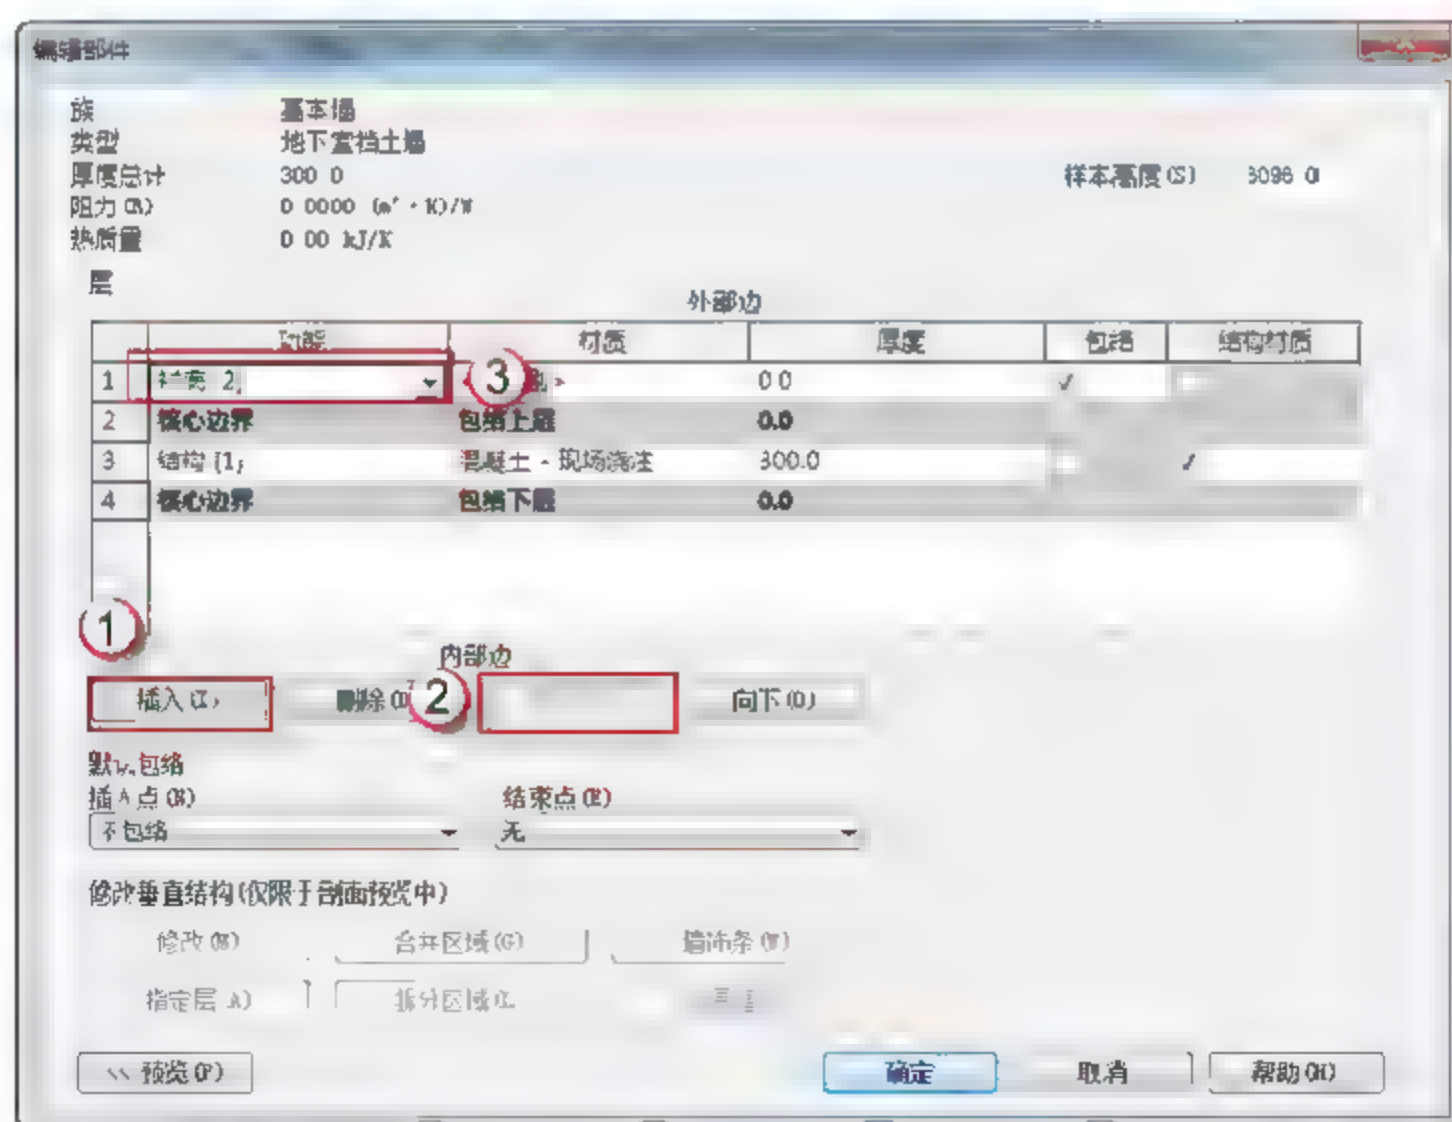

图 9.1.16 添加“衬底[2]”功能
(3) 添加“衬底[2]”功能。在返回的“类型属性”对话框中，单击“结构”参数后的“编辑”按钮，在弹出的“编辑部件”对话框中，单击“插入”→“向上”按钮，在“功能”参数下将“结构[1]”改为“衬底[2]”，如图9.1.16所示。